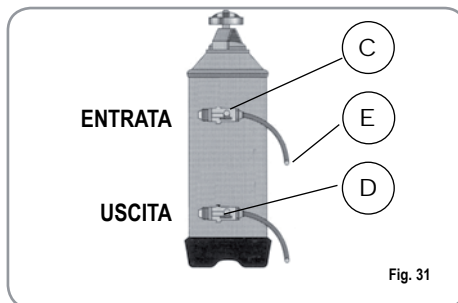

Fig. 31
- 1) Spegnerla macchina e mettere un recipiente della capacità di almeno 5 litri sotto il tubo E (Fig. 31).